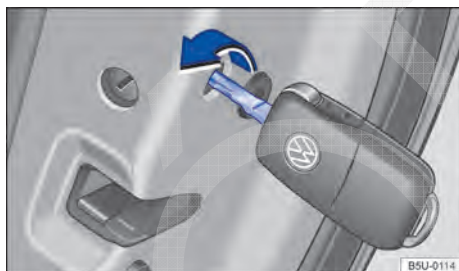

Fig. 64 Travamento de emergência do veículo com a chave do veículo.
- Inserir a haste da chave na fenda → Fig. 64 e girar no sentido horário (para dentro do veículo) até o batente.